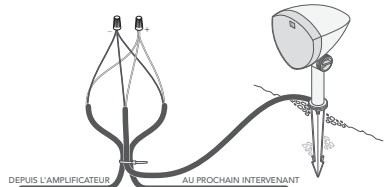

Figure 8
8. Coupez les deux fils pour l'enceinte gauche ou droite (voir les tableaux ci-dessous) et dénudez 3/4 po d'isolation sur les extrémités exposées des fils d'enfouissement, puis dénudez 3/4 po d'isolation des extrémités du câble de l'enceinte correspondante (voir Figure 8).
9. Créez une boucle d'environ 250 mm (10po) et utilisez un collier de serrage pour maintenir la boucle et au câble de l'enceinte en place afin de soulager la tension (voir Figure 8).